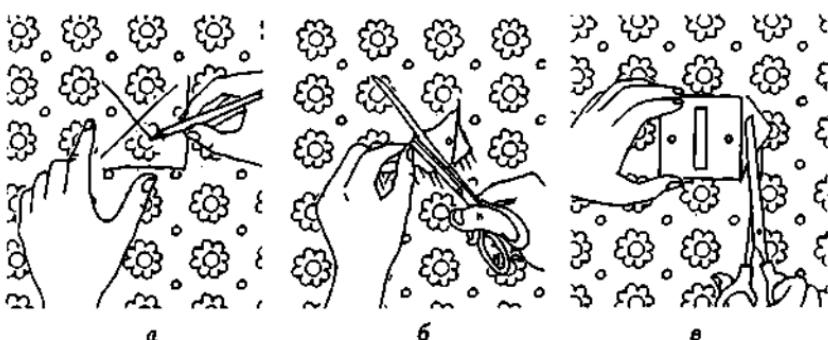

Рис. 33. Наклеивание обоев вокруг выключателя
**Выключатели и розетки.** Отключите электричество. Только после этого наклейте обои поверх выключателя или розетки. Прижмите обои к стене, чтобы выступали контуры лицевой накладки выключателя или розетки. Отметьте на обоях углы лицевой накладки (рис. 33 а).
Сделайте четыре диагональных разреза от угла к углу лицевой накладки. Ослабьте крепление накладки (рис. 33 б).
Срежьте треугольники, аккуратно заправьте припуски под края накладки и вытрите следы клея (рис. 33 в).